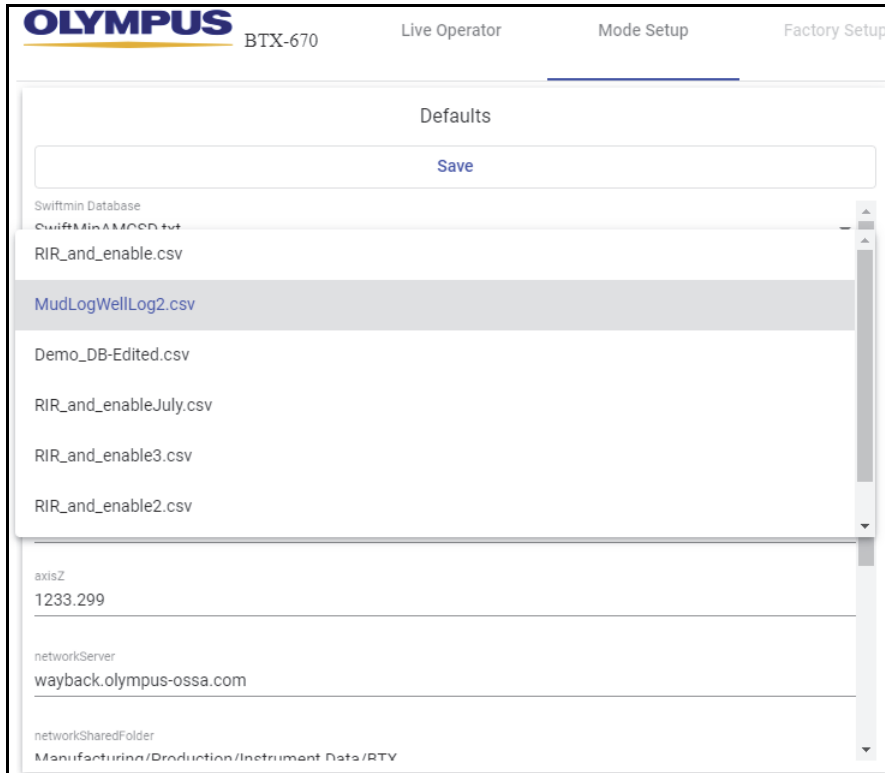

Figura 5-11 Alterando o banco de dados padrão
1. Clique em um banco de dados padrão e selecione um banco de dados diferente (veja Figura 5-11 na página 71).